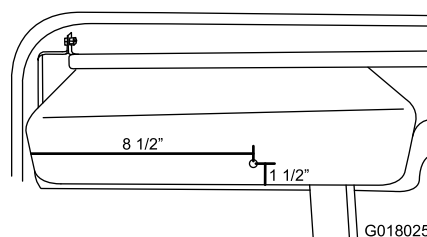

Figura 14
1. Praticate un foro di 5/16 poll. nel vano portaoggetti a 22 cm da sinistra e 4 cm dal basso (Figura 14).